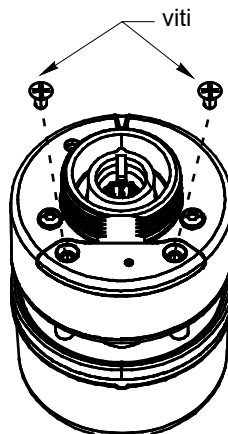

Figura 1: Rimozione delle viti
2. Sul dispositivo WeatherStation, svita le due viti del sensore di umidità/elemento cieco* (Vedi Figura 1).